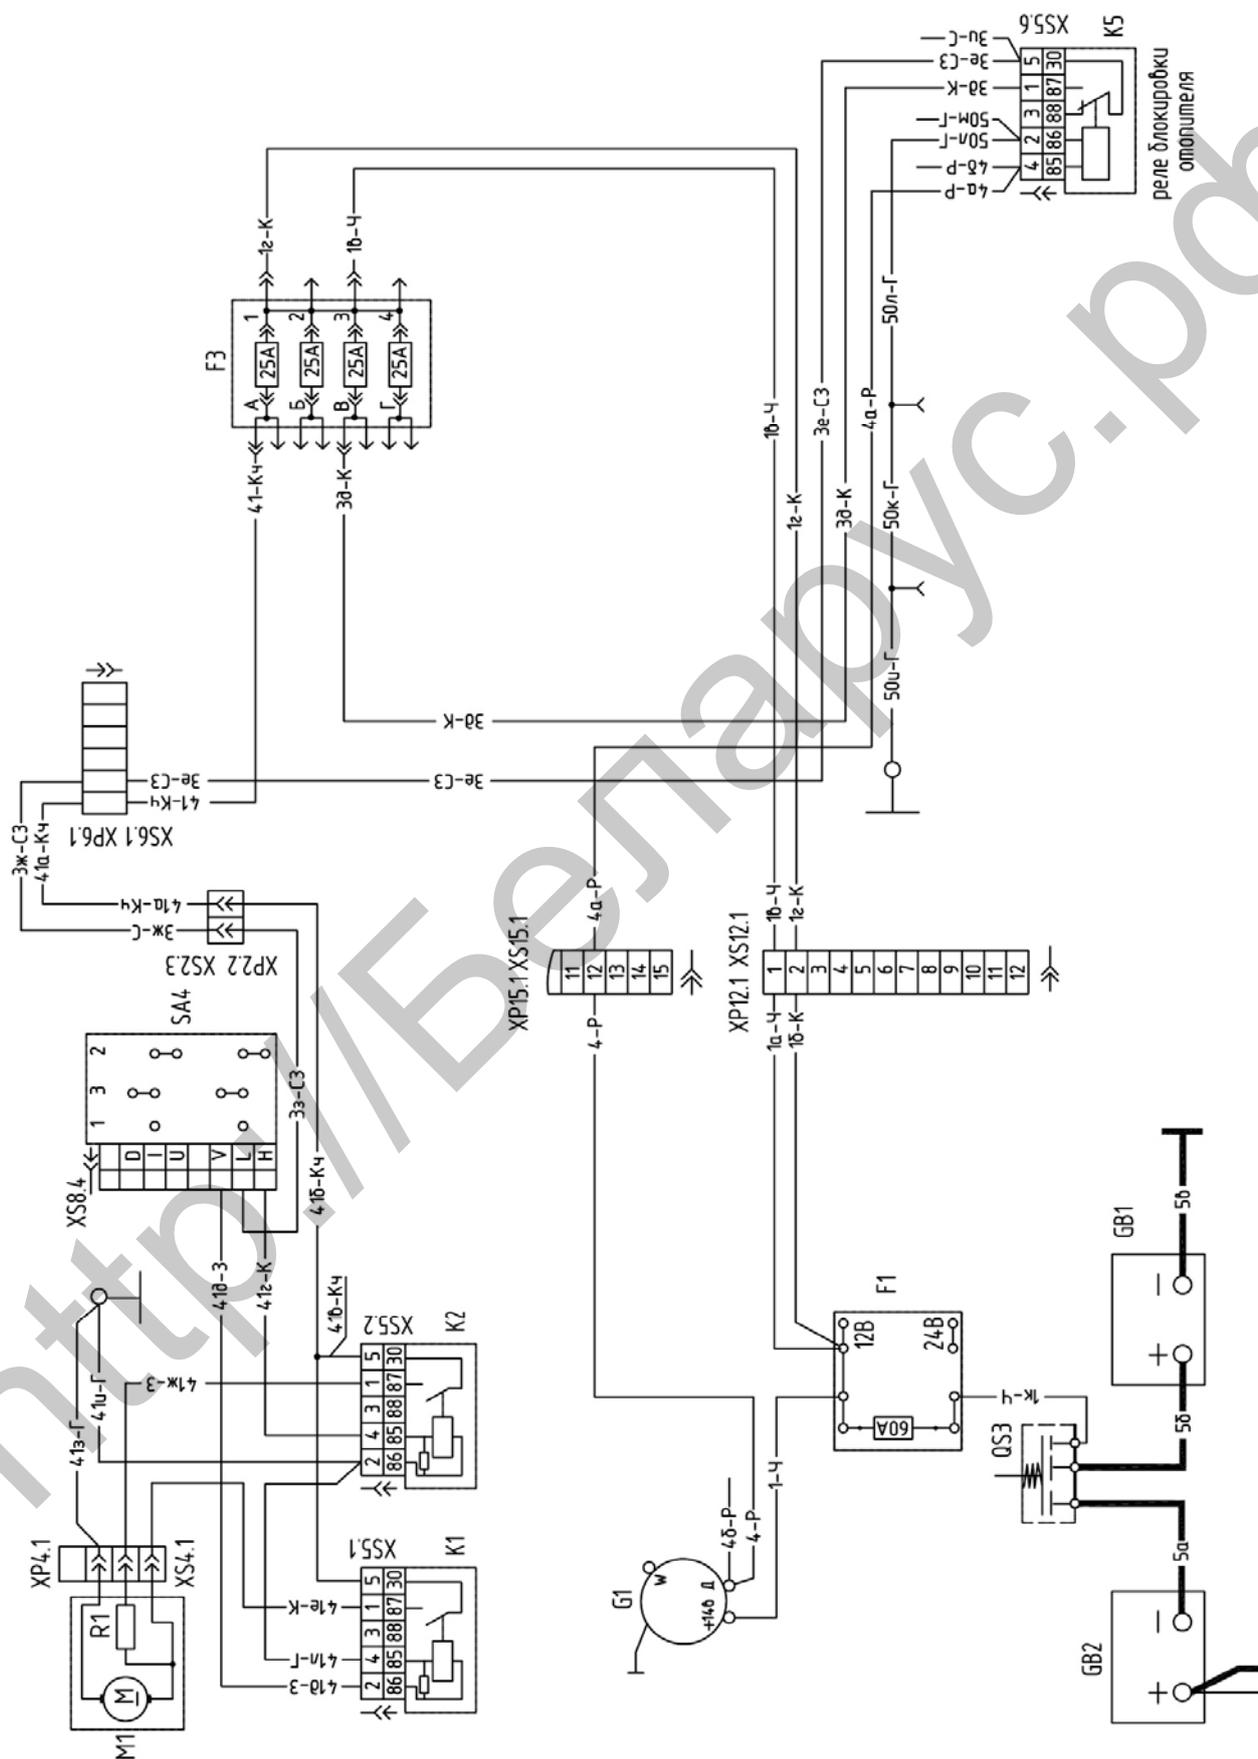

Рис. 12-10 Схема включения отопителя (с вентилятором ЭВИ12-1 02)
12.10 Возможные неисправности электрооборудования отопителя (с вентилятором ЭВИ12-1 02), их устранение (рис. 12-10)
- Проверьте исправность соответствующего предохранителя (B) 25А на блоке (F3), расположенном в щитке приборов. При неисправности замените.
- Проверьте целостность цепи от предохранителя (B) на блоке (F3) до клеммы "87" реле блокировки отопителя (K5). Если имеются нарушения электрического контакта, восстановите исправность цепи. Если же предохранитель (B) на блоке (F3) и вышеуказанная цепь работоспособны, значит неисправно реле (K5); замените его.
- Проверьте исправность соответствующего предохранителя (A) 25А на блоке (F3), расположенном в щитке приборов. При неисправности замените.
- Проверьте наличие «массы» на электродвигателе отопителя (M1) (см. рис. 12-10)